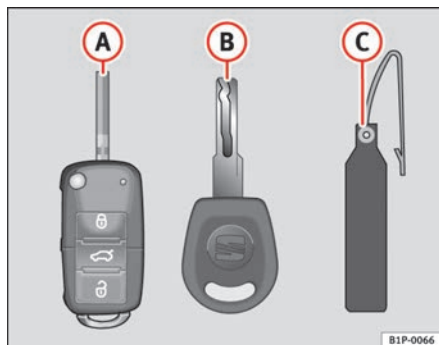

Fig. 63 Juego de llaves
- una llave con mando a distancia ⇒ fig. 63 A con espadín desplegable,
Sólo es posible hacer duplicados con el número de la llave del llavero de plástico ⇒ fig. 63 B. Por este motivo:
- Utilice las dos llaves que se entregan con el vehículo ⇒ página 103, fig. 63, la llave provista de emisor de radiofrecuencia  y la llave convencional .